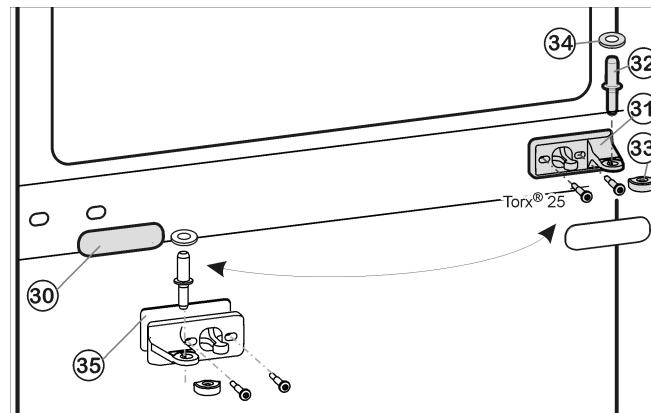
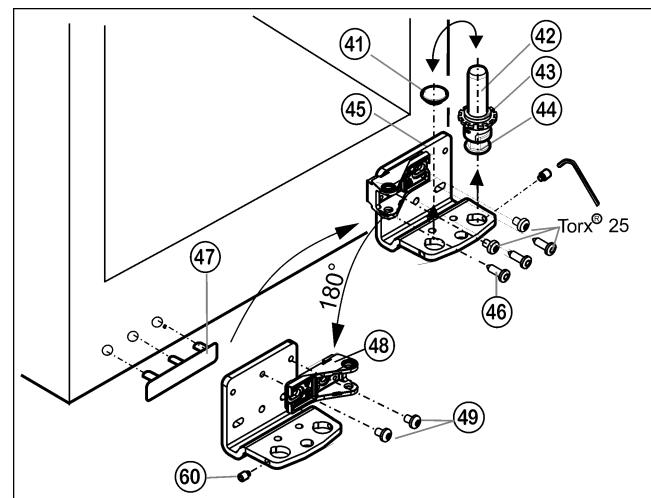

Fig. 11
Fig. 12
- ▶ Enlever le pivot central Fig. 11 (32) avec le disque Fig. 11 (34) du support d'appui et de la porte inférieure.
- ▶ Retirer le capuchon en plastique Fig. 11 (33).
- ▶ Dévisser le support d'appui du milieu Fig. 11 (31) (2 Torx® 25).
- ▶ Retirer avec précaution le panneau-cache Fig. 11 (30).
- ▶ Visser le support d'appui du milieu Fig. 11 (31) avec le support pivoté Fig. 11 (35) de 180° sur le nouveau côté charnière (avec 4 Nm).
- ▶ Encliquer de nouveau le panneau-cache Fig. 11 (30) tourné à 180° sur le nouveau côté poignée.
- ▶ Dévisser la tige filetée Fig. 12 (60) avec la clé à six pans jointe d'env. 1 tour.
- ▶ Dévisser le pivot Fig. 12 (42) complètement avec le disque Fig. 12 (43) et le pied réglable Fig. 12 (44) par le haut.
- ▶ Enlever le bouchon Fig. 12 (41).
- ▶ Dévisser Fig. 12 (45) le support d'appui Fig. 12 (46).
- ▶ Dévisser complètement la tige filetée Fig. 12 (60) et la visser sur le côté opposé sur le support d'appui jusqu'à ce qu'elle soit à fleur du support d'appui.
- ▶ Dévisser l'élément pivotant Fig. 12 (48) et le revisser à l'intérieur tourné de 180°.
- ▶ Replacer le bouchon Fig. 12 (41) dans l'autre trou.
- ▶ Soulever le cache côté poignée Fig. 12 (47) avec précaution et le positionner sur le côté opposé.
- ▶ Revisser à fond le support d'appui Fig. 12 (45) sur le nouveau côté charnière en utilisant une visseuse sans fil si nécessaire, avec un couple de serrage de **4 Nm**.
- ▶ Revisser entièrement le pivot Fig. 12 (42) avec le disque et le pied réglable.
- ▶ Serrer la tige filetée Fig. 12 (60).
- ▶ Placer la porte par le haut sur le pivot inférieur Fig. 12 (42).
- ▶ Remettre le capuchon en plastique Fig. 11 (33) sur le support d'appui central Fig. 11 (31).
- ▶ Placer le pivot du milieu Fig. 11 (32) sur le nouveau côté charnière à travers le support d'appui central Fig. 11 (31) dans la porte inférieure.
- ▶ Placer le disque Fig. 11 (34) sur le pivot du milieu Fig. 11 (32).
- ▶ Placer la porte supérieure sur le pivot du milieu Fig. 11 (32).
- ▶ Aligner éventuellement les portes à la carrosserie grâce aux deux trous longitudinaux dans le support d'appui inférieur *Fig. 12* (45) et le support d'appui central *Fig. 11* (31). Pour cela, dévisser la vis centrale du support d'appui inférieur *Fig. 12* (45).